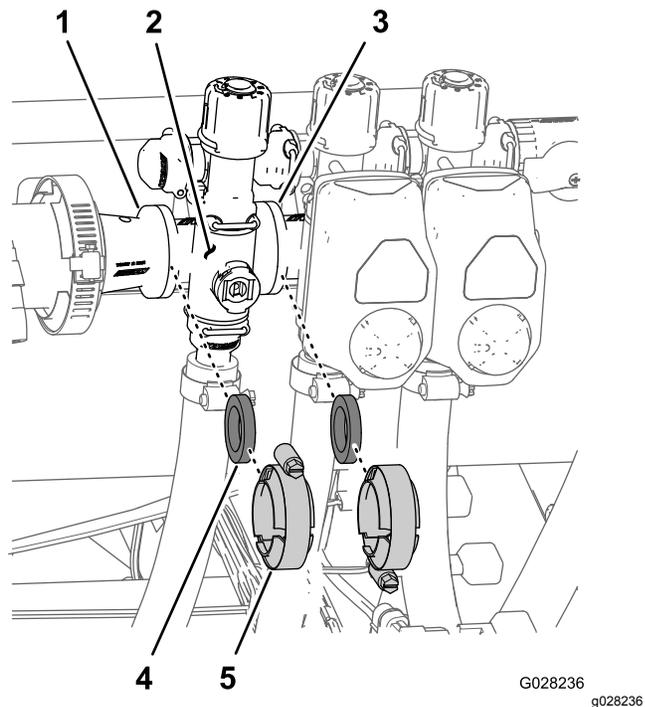

图68
1. 拆下将喷洒臂段阀歧管图68固定至相邻喷洒臂段阀如左喷洒臂段阀和异径管连接头的夹具和垫片。